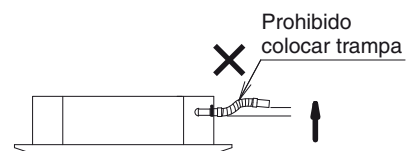

Fig. 3-10
- No coloque una trampa en medio de la manguera de drenaje suministrada. Si lo hace se producirán ruidos anormales. (Fig. 3-10)